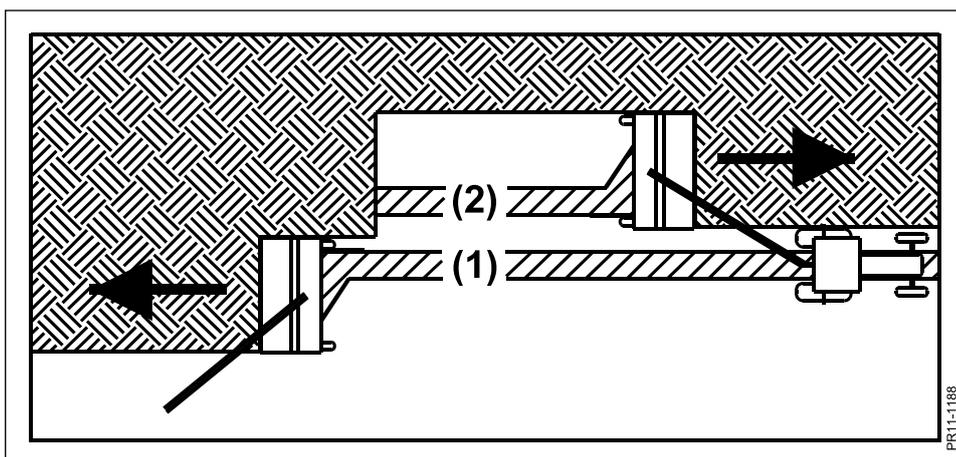

Рис. 3-25
Рис. 3-25 Асимметричный двойной валок создается при кошении челночным способом, при котором валок ложится ближе к нескошенной траве (1), а второй валок рядом с предыдущим.